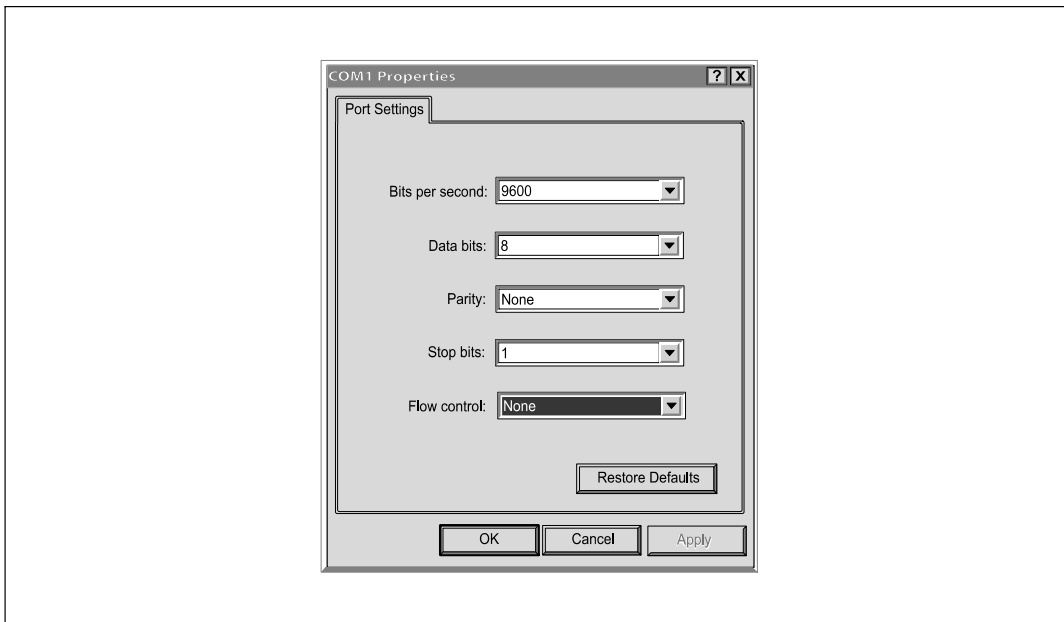

Abbildung 6. Konfigurieren der Anschlusseinstellungen
- 4 Wählen Sie für die serielle Schnittstelle die Einstellungen **9600 Baud**, **8 Datenbits**, **Keine Parität**, **1 Stop-Bit**, **keine Datenflusskontrolle** (siehe Abbildung 6).